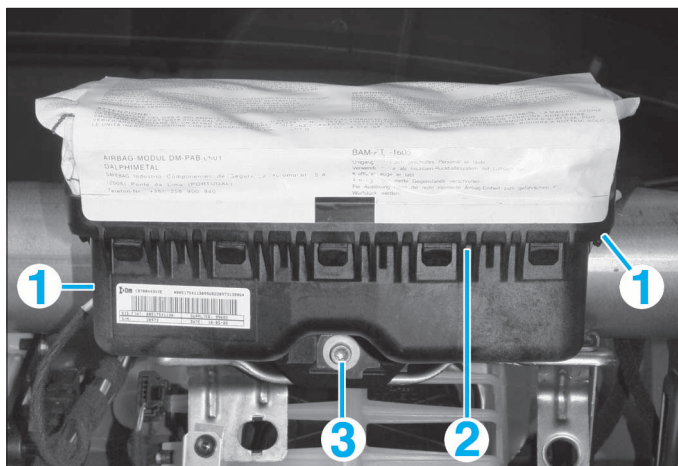
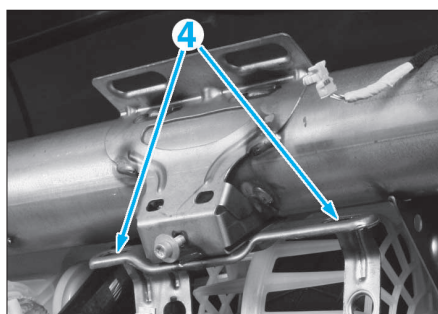

FIG. 7
FIG. 8
- Débrancher les 2 connecteurs (1) disposés de chaque côté de l'airbag (2) (Fig.7).
- Déposer la vis de fixation (3) de l'airbag passager.
- Retirer l'airbag de ses pattes de fixation arrière (4) (Fig.8).